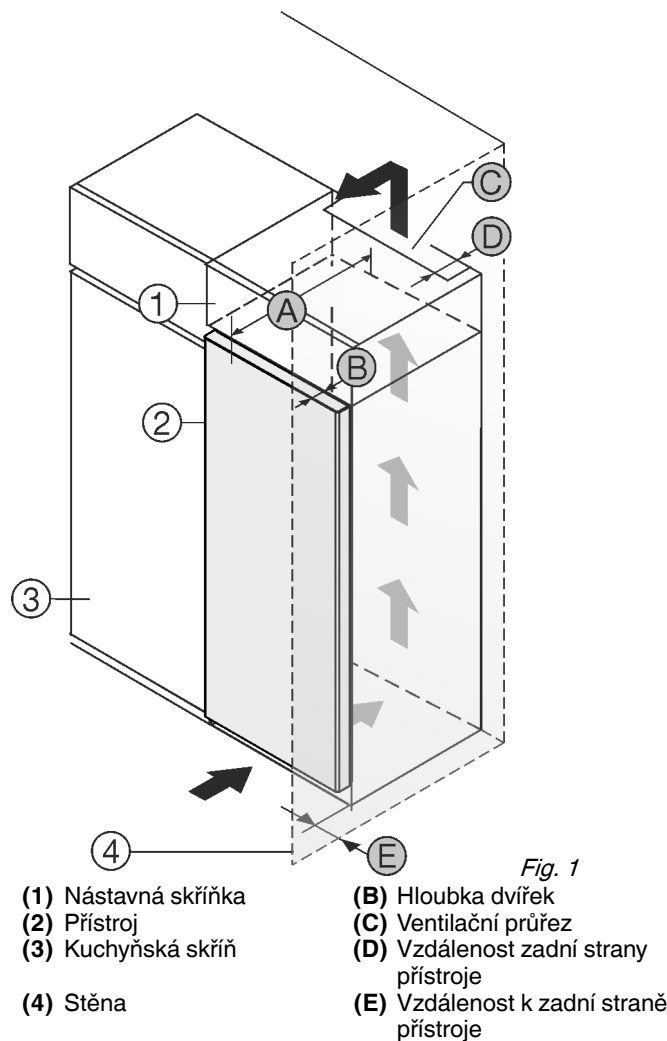

Fig. 1
- (1) Nástavná skříňka
- (2) Přístroj
- (3) Kuchyňská skříň
- (4) Stěna
- (A) Hloubka přístroje
- (B) Hloubka dvířek
- (C) Ventilační průřez
- (D) Vzdálenost zadní strany přístroje
- (E) Vzdálenost k zadní straně přístroje
Přístroj nainstalujte přímo vedle kuchyňské skříňky Fig. 1 (3).*
Na zadní straně nástavné skříňky musí být větrací šachta hluboká Fig. 1 (D) přes celou šířku nástavné skříňky.
Pod stropem místnosti musí být dodržen ventilační průřez Fig. 1 (C).
Když se přístroj instaluje závěsy vedle stěny Fig. 1 (4), musí být vzdálenost přístroje od stěny alespoň 40 mm. To odpovídá přesahu madla při otevřených dveřích.
Aby bylo možné dvířka plně otevřít, musí přístroj přesahovat o hloubku dvířek Fig. 1 (B) vůči přední linii kuchyňské skříňky. V závislosti na hloubce kuchyňských skříňek Fig. 1 (3) a použití vymezovačů odstupů od stěny může přístroj vyčnívat dále.*